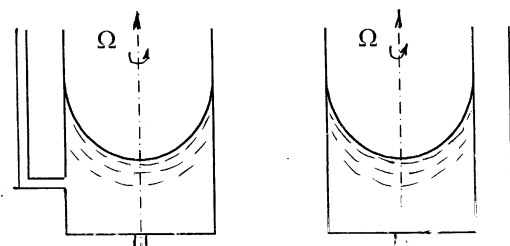

Рис. 8
4.2. Показать положение уровней жидкости в пьезометрах, вращающихся вместе с сосудом (рис. 8).